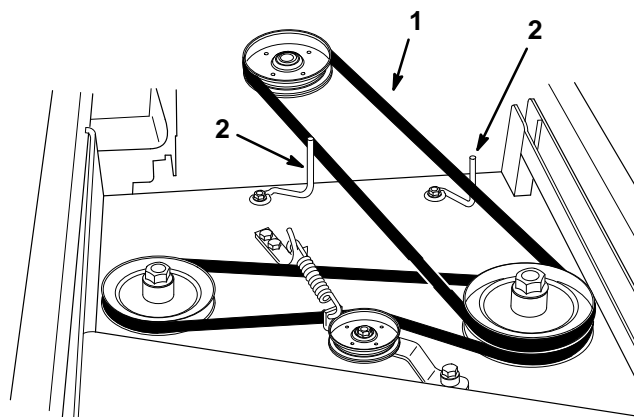

Figure 9
9. Contrôler la position des guide-courroie. Les guides doivent se trouver à environ 3 mm (1/8") de la courroie (Fig. 9). Régler les guide-courroie si nécessaire.